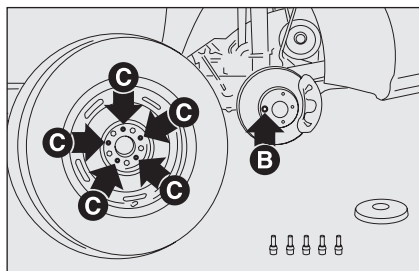

fig. 6
- ☐ zorg ervoor dat de boutgaten en alle contactvlakken van het reservewiel schoon zijn en geen onzuiverheden bevatten, omdat hierdoor na verloop van tijd de wielbouten kunnen loslopen. Monteer het reservewiel, waarbij een van de pasgaten **C-fig. 6** over de pen **B** moet vallen;